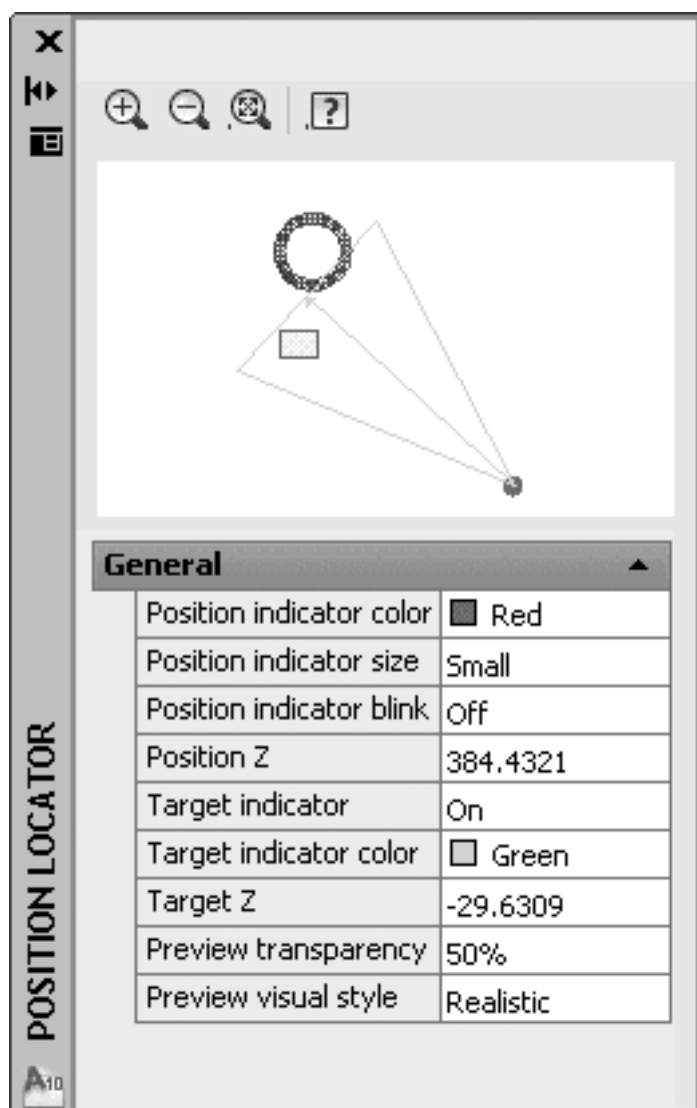

Рис. 9.12. Палитра управления перемещением по модели
- Команды **Walk** (Прогулка) и **Fly** (Полет) предоставляют ранее недоступные возможности. При выборе первой из них появляется возможность «прогуляться» по модели и рассмотреть ее с точки зрения обозревателя. Управление осуществляется клавишами управления курсором и с помощью палитры **Position Locator** (Положение наблюдателя) (рис. 9.12), которая появляется автоматически после вызова команды.